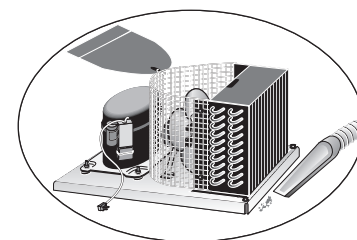

Imagen 2
**PASO 3** - Una vez que el punto de ajuste ha sido fijado correctamente, suelte el botón "info" . La pantalla mostrará la temperatura. (Ver imagen 2).
**PASO 2** - Oprima y mantenga presionado el botón de información . Esta es la temperatura del sensor T1. Ver imagen 2.